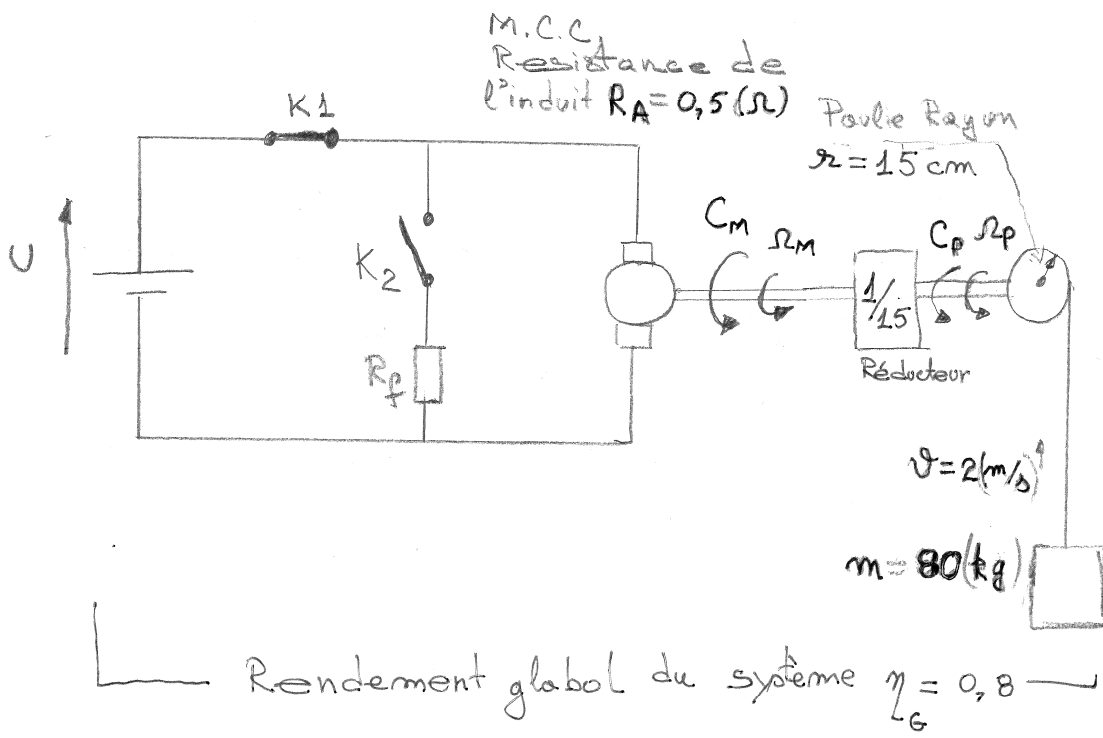

Figure 1
Le système de levage présenté dans la Figure 1 permet le levage d'une masse de 80 (kg) à une vitesse $v= 2(m/s)$. Par ailleurs la descente de la masse doit permettre la récupération d'énergie. Dans tout le problème on considère que le flux dans la machine est constant et on néglige les pertes mécaniques. Dans ce système la poulie est entraînée par le moteur à courant continu par l'intermédiaire d'un réducteur mécanique ayant un rapport $k_{red} = \frac{\Omega_p}{\Omega_M} = \frac{1}{15}$. La résistance de l'induit a une valeur de 0.5 (Ω). Le moteur est alimenté par une source de tension continue $U=120$ (V).